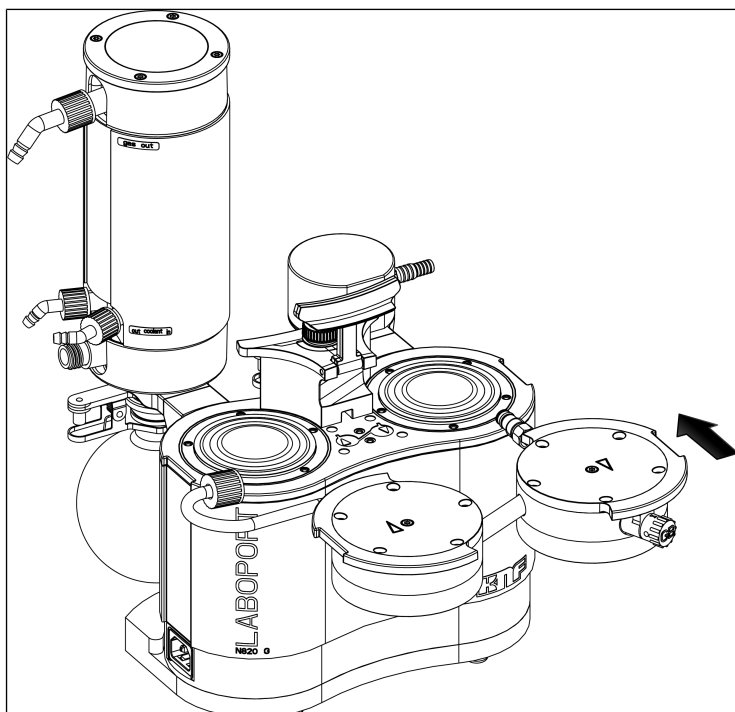

Fig.16: Montaggio della testa pompa
7. Applicare le due teste della pompa (composte da coperchio testa (**3**), piastra intermedia (**6**) con piastre portavalvola/guarnizioni (**4**) e piastra di spinta (**2**)), assieme al tubo di allacciamento, sulla carcassa della pompa, in corrispondenza del tratto a matita (vedere Fig. 16).